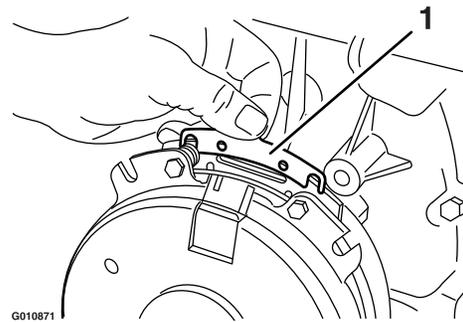

Figure 69
- B. A l'aide d'une pince à becs longs ou avec les doigts, saisissez la languette et déposez la cale (Figure 69).